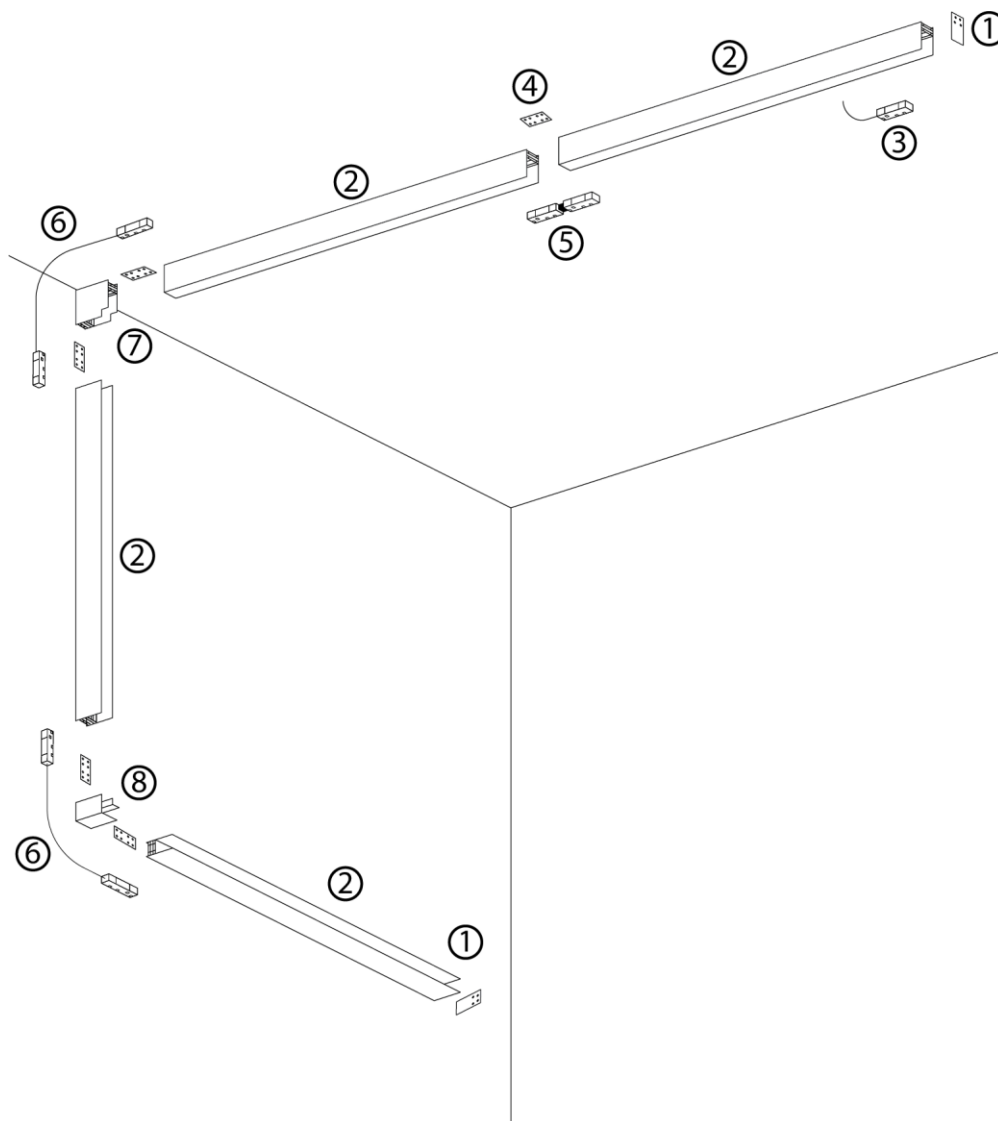

Рис. 1 Схема установки шинпровода CABM1000
- 4.4 Соберите необходимую вам систему шинопровода по аналогии со схемой, как показано на Рис. 1.